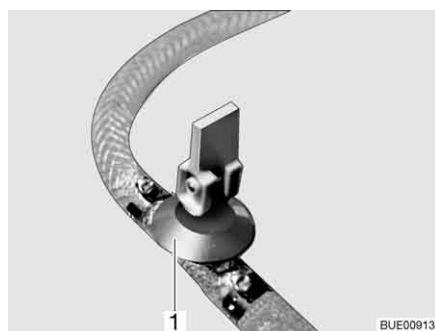
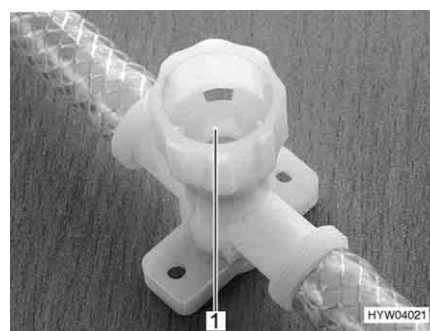

Fig. 212 Robinet de vidange (avec levier à bascule)
Fig. 213 Robinet de vidange (avec capuchon tournant)
- Ouvrir tous les robinets de vidange. Placer pour ce faire le levier à bascule (Fig. 212,1) à la verticale ou faire tourner le capuchon du robinet de vidange (Fig. 213,1) dans le sens inverse des aiguilles d'une montre.